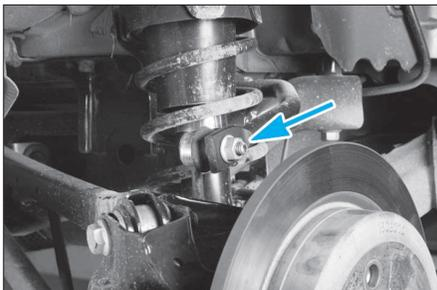

FIG. 29
- la fixation supérieure de la biellette sur la barre stabilisatrice (Fig.29).